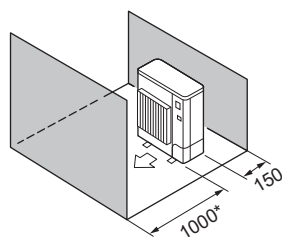

Fig. 2-11
- ⑤ Кедергілер тек алдыңғы және артқы жағында (Fig. 2-11)